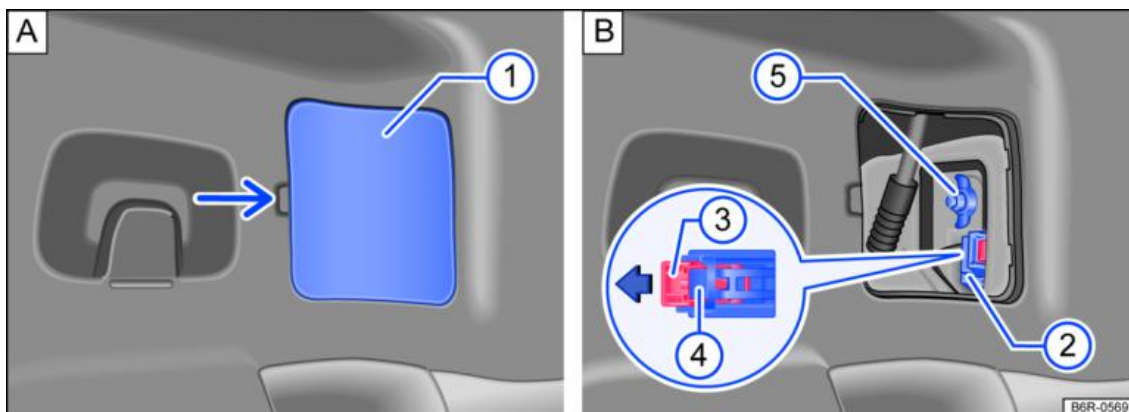

Fig. 1 Lato del vano bagagli: smontaggio della copertura
3. Staccare con attenzione la copertura (1) → *fig. 1 A*.